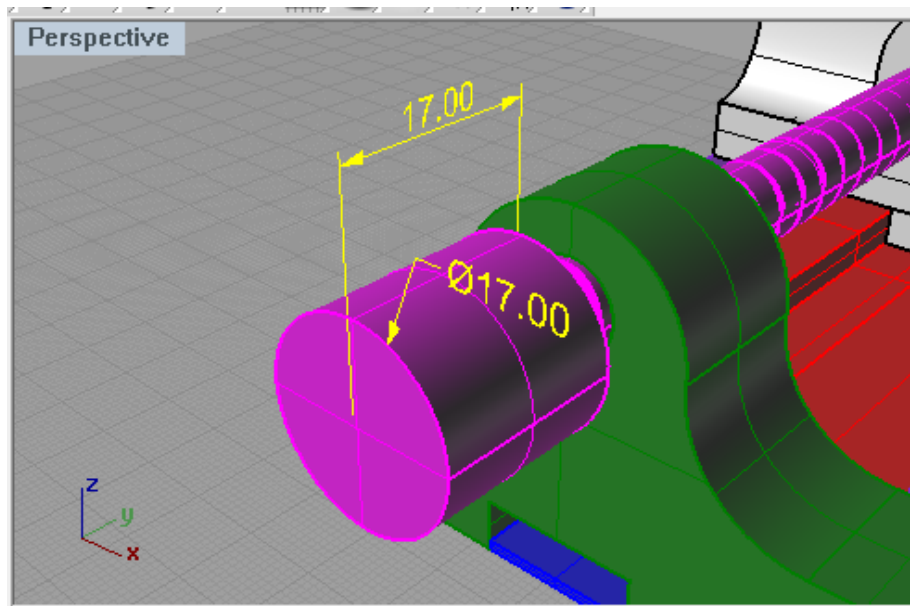

Figura 5.67
20.- Crear otro cilindro como base del tornillo como se muestra en la figura 5.67.